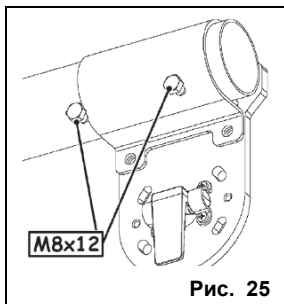

Рис. 25
- Закрепить стрелу двумя дополнительными винтами. Рис. 25.